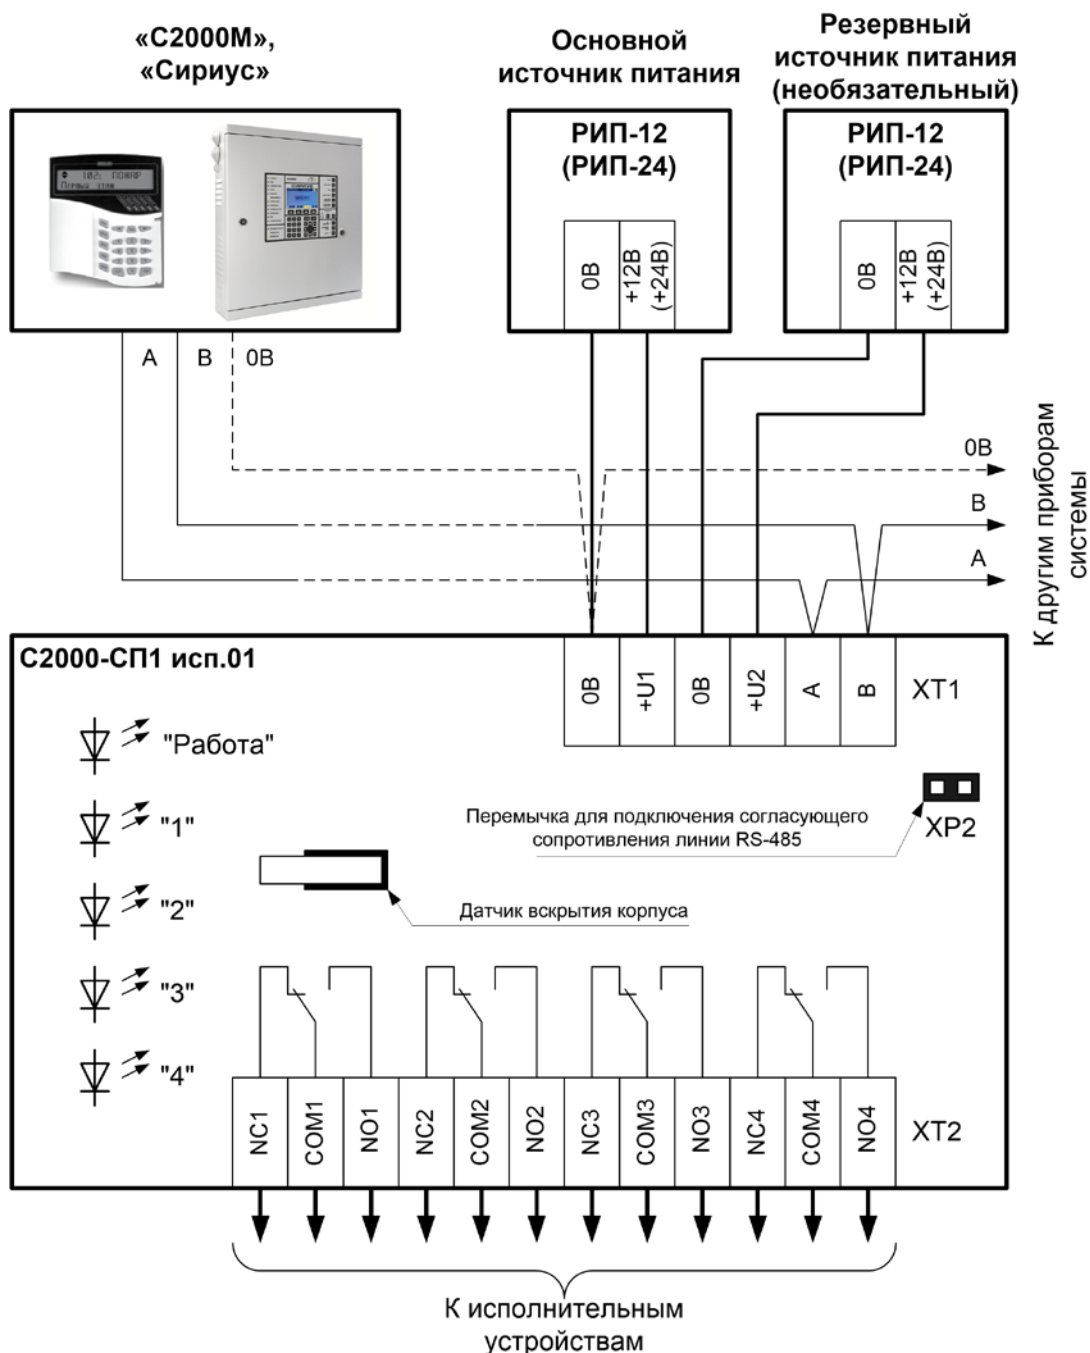

Рисунок 2.2.4.1. Типовая схема внешних соединений блока.
- Если блок не является последним в линии интерфейса RS-485, удалите перемычку XP2, расположенную на плате блока (см. рис. 2.2.4.1).